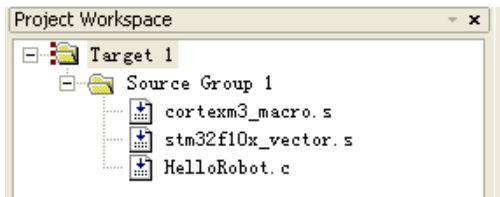

图 1.25 添加 C 语言文件到目标工程中
(2) 程序文件添加到项目文件中去后，如图 1.25 所示（注意：图中显示的文件名是刚才输入的文件名）。